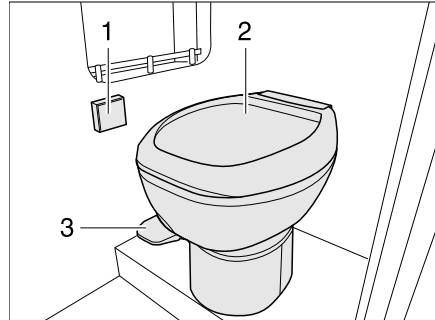
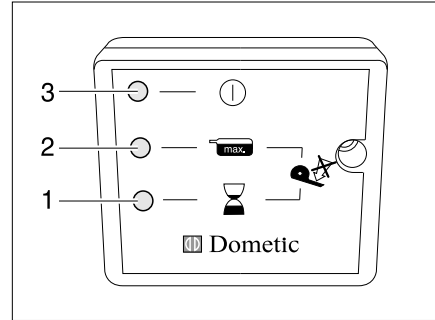

Bild 236 Vakuum-Toilette
Bild 237 Panel Vakuum-Toilette
- Die Stromversorgung einschalten. Auf dem Panel (Bild 236,1) leuchtet ca. 1 Minute lang die gelbe LED (Bild 237,1). Im System wird ein Vakuum erzeugt.
- Wenn die grüne LED (Bild 237,3) am Panel aufleuchtet, das Pedal (Bild 236,3) kurz anheben, damit etwas Wasser in die Toilettenschüssel (Bild 236,2) läuft und der Verschluss am Boden mit Wasser bedeckt ist.
- Das Pedal (Bild 236,3) für wenige Sekunden nach unten drücken.
- Das Pedal kurz anheben, damit etwas Wasser in die Toilettenschüssel (Bild 236,2) läuft und der Verschluss am Boden mit Wasser bedeckt ist.
Die rote LED (Bild 237,2) leuchtet, wenn die Kassette entleert werden muss oder entnommen wurde.